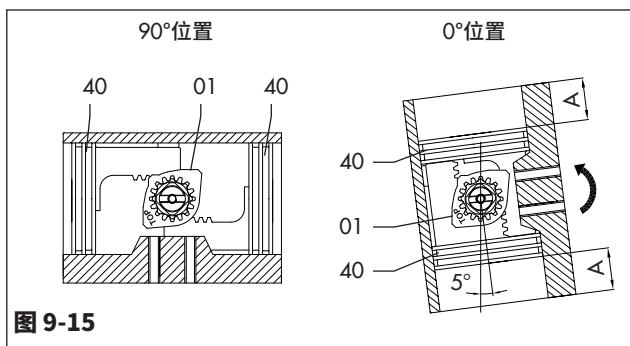

图 9-15
- 按照图9-15所示,在活塞完全关闭(0°位置)的情况下,参照器体的轴,旋转角度必须为:
- 按照图9-15所示,在活塞完全关闭(0°位置)的情况下,两侧的尺寸“A”必须相同
- 在执行机构处于关闭位置(0°位置)的情况下,参照图9-15中的活塞位置,将右侧止动螺钉(02)每次拧紧或拧开1圈,直至达到所需止动位置。如果是弹簧复位执行机构,可能需要气动供应。